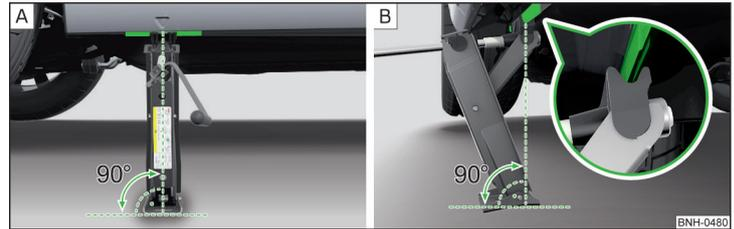

Abb. 248 **Wagenheber ansetzen**
- ▶ Die Grundplatte des Wagenhebers mit der gesamten Fläche auf einem geraden Untergrund stellen, sodass sich der Heber in senkrechter Position zum Aufnahmesteg befindet » Abb. 248 - **A**.
- ▶ Den Wagenheber mit der Kurbel so weit hoch drehen, bis die Klaue des Hebers den Steg umfasst » Abb. 248 - **B**.